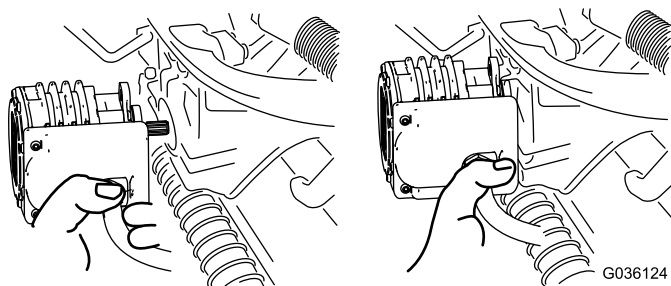

Figura 62
- Mova o motor para o local de armazenamento na parte da frente do braço de suspensão (Figura 62).